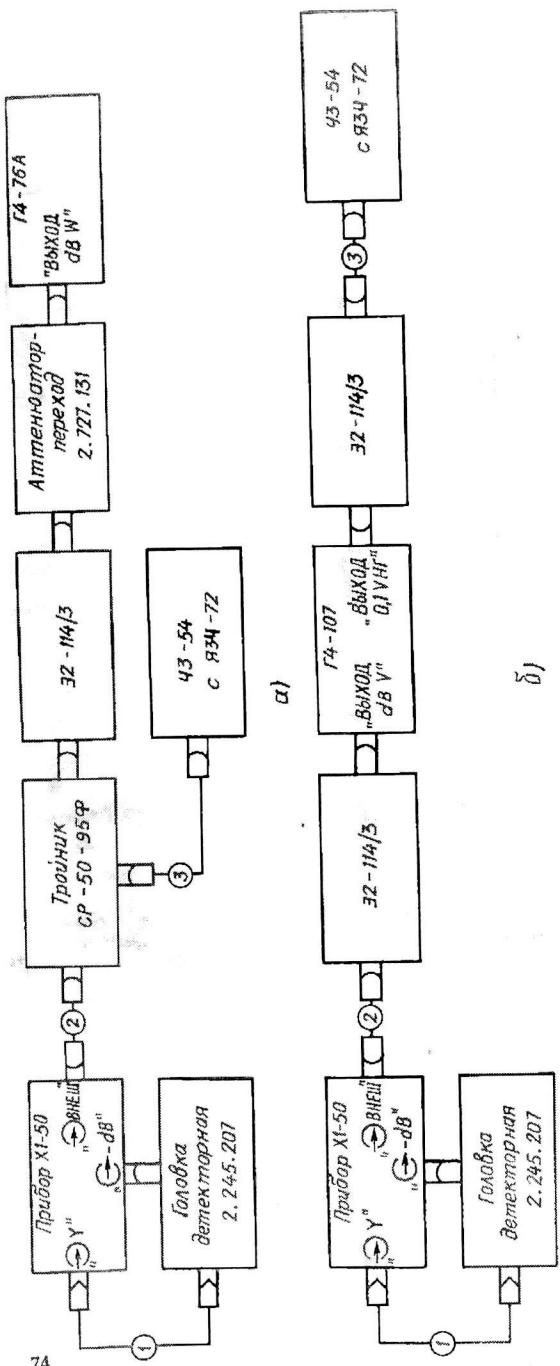

РИС. 20. СХЕМА СОЕДИНЕНИЙ ПРИ ПРОВЕРКЕ ТРАНСИСЧАСТОТ ПОДДИАПАЗОНОВ
для определения наибольшей частоты I поддиапазона приборы соедините по схеме, приведенной на рис.20,а, ручки F₁, F₂, МЕТКИ и ПОЛОСА установите в крайнее правое положение, внешнюю метку изменением частоты генератора Г4-76А установите в центр экрана прибора и частотомером ЧЗ-54 с блоком ЛЗЧ-72 измерьте частоту сигнала генератора;
проверьте минимальную и максимальную частоты II и III поддиапазонов аналогично, как и для I поддиапазона; для этого соедините приборы по схеме, приведенной на рис.20,а, и нажмите кнопку F2 или F3 в приборе соответственно; при измерении минимальной частоты поддиапазона ручки F₁, F₂ установите в крайнее левое положение, а при измерении максимальной частоты - в крайнее правое положение; максимальная частота III поддиапазона является и максимальной рабочей частотой диапазона.
отпустите кнопку ВНУТР - ВНЕШ и ручками Г , В начало I поддиапазона (провал АЧХ) установите в начале наблюдаемой АЧХ; соедините приборы по схеме, приведенной на рис.20,б; в генераторе установите сигнал такой частоты и величины, чтобы внешняя метка была отчетливо различима, а ее середина находилась в конце наблюдаемой АЧХ, и частотомером ЧЗ-54 измерьте частоту внешнего генератора; измеренная частота является значением максимальной узкой полосы качания в начале I поддиапазона;
соедините приборы по схеме, приведенной на рис.20,а, в генераторе Г4-76А по частотомеру ЧЗ-54 установите частоту поддиапазона $f_{\text{кон}} = 435 \text{ МГц}$, ручками Г , В внешнюю частотную метку совместите с концом АЧХ; вместо генератора Г4-76А подключите генератор Г4-107 (см. рис.20,б) и перестройкой его частоты метку совместите с началом АЧХ и измерьте частоту генератора $f_{\text{нач}}$; максимальную полосу качания в конце I поддиапазона определите по формуле
Для проверки максимальной узкой полосы качания в начале II поддиапазона приборы соедините по схеме, приведенной на рис.20,а, нажмите кнопку 2 верхнего переключателя прибора, в генераторе Г4-76А по частотомеру ЧЗ-54 установите частоту $f_{\text{нач}} = 435 \text{ МГц}$ и ручками Г , В внешнюю метку совместите с началом АЧХ; генератором Г4-76А метку переместите в конец наблюдаемой АЧХ и частотомером измерьте частоту $f_{\text{кон}}$; максимальную узкую полосу качания в начале II поддиапазона определите по формуле (4);
нажмите кнопку УЗК - ШИР, соедините приборы по схеме, приведенной на рис.20,а и проверьте максимальную полосу качания в
подключите к гнезду ВНЕШ прибора генератор Г4-76А и частотомер ЧЗ-54 по схеме, приведенной на рис. 20, а; отпустите кнопку ВНУТР - ВНЕШ, середину внешней метки перестройкой частоты генератора Г4-76А совместите с 4-й и 8-й вертикалями масштабной сетки экрана и каждый раз измеряйте частотометром частоту генератора;
отпустите кнопку ВНУТР - ВНЕШ, к гнезду \odot ВНЕШ подключите генератор Г4-76А и частотомер ЧЗ-54 с блоком ЯЗЧ-72 по схеме, приведенной на рис.20,а; середину внешней метки совместите со светящейся точкой и внешним частотометром измерьте частоту f_6 , обозначаемую внешней меткой; генератор Г4-76А выключите, нажмите кнопку ВНУТР - ВНЕШ;
нажмите кнопку УЗК - ШИР, ручкой F начало I поддиапазона установите в начале наблюдаемой АЧХ; к гнезду ВНЕШ подключите вход генератора Г4-76А и частотометр с блоком ЯЗЧ-72 по схеме, приведенной на рис.20,а, отпустите кнопку ВНУТР - ВНЕШ; в генераторе Г4-76А по частотометру ЧЗ-54 установите частоту 435 МГц, ручками ПОЛОСА и F , установите такую полосу качания и центральную частоту, чтобы начало поддиапазона и внешняя метка находились на крайних вертикалях сетки экрана; генератор Г4-76А выключите; нажмите кнопку ВНУТР - ВНЕШ;
подключите к гнезду ВНЕШ генератор Г4-76А по схеме, приведенной на рис.20,а; выходной сигнал генератора выключите, нажмите кнопку ВНУТР - ВНЕШ, ручку ПОЛОСА установите в крайнее правое положение, нажмите кнопку СЧЕТ; по собственному частотометру ручками F , установите среднюю частоту поддиапазона 535 МГц (во II поддиапазоне), 817 МГц (в III поддиапазоне), кнопку СЧЕТ отпустите, кнопку ВНУТР - ВНЕШ отпустите, включите выход генератора Г4-76А; ручками ПОЛОСА, F , и при помощи внешней метки установите полосу качания 200 МГц (во II поддиапазоне) и 365 МГц (в III поддиапазоне) так, чтобы внешние метки, отмечающие частоты 435 и 635 МГц (во II поддиапазоне) и 635 и 1000 МГц (в III поддиапазоне), находились на крайних вертикалях сетки экрана.